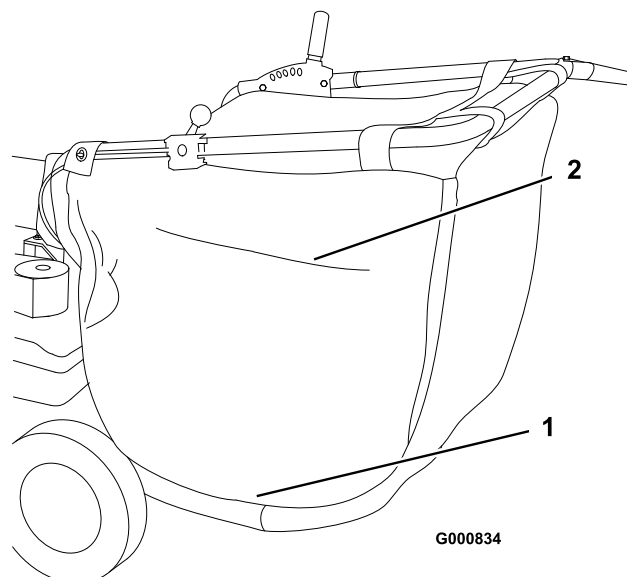

Figura 19
3. Aprite la cerniera sul fianco del sacco e scaricate il contenuto (Figura 19).
Il sacco di raccolta è provvisto di uno sfiatatoio incernierato (Figura 19). Durante l'aspirazione di una zona praticamente priva di polvere, aprite lo sfiatatoio laterale per agevolare il movimento dell'aria; chiudete lo sfiatatoio durante l'aspirazione in zone polverose.